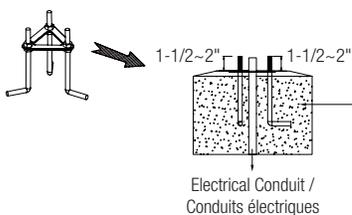

Figure 2
2. Install 3 anchor bolts into concrete as per attached Fig. 2, having at least 1-1/2~2" protruding from concrete with threads free and clear of debris and dirt (Electrical conduit are reserved in the concrete center).
2. Installez 3 boulons d'ancrage dans le béton comme indiqué sur la Fig. 2 ci-jointe, en veillant à ce qu'ils dépassent d'au moins 1.5 à 2.5 cm du béton et que leurs filets soient libres et exempts de débris et de saletés (les conduits électriques sont réservés dans le centre du béton).